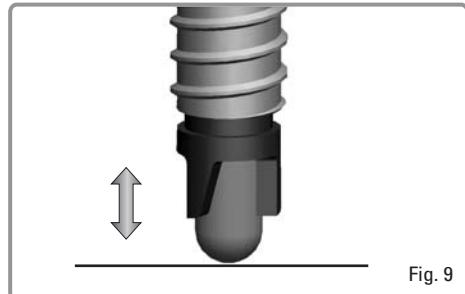

Fig. 9
- Vor Gebrauch die Sonde auf sterile Unterlage pressen und die korrekte Rückfederung überprüfen (siehe Abb. 9).